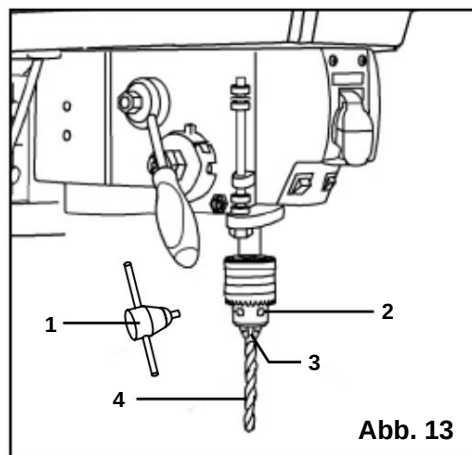

Abb. 13
INSTALLATION EINES BOHRERS (ABB. 13)
1. Stecken Sie den Bohrfutterschlüssel (Abb. 13 - 1) in das seitliche Schlüsselloch des Bohrfutters (Abb. 13 - 2), sodass der Schlüssel in die Zahnräder eingreift.
2. Drehen Sie den Bohrfutterschlüssel gegen den Uhrzeigersinn, um die Bohrfutterbacken zu öffnen (Abb. 13 - 3).
3. Führen Sie einen Bohrer (Abb. 13 - 4) soweit in das Bohrfutter ein, bis die Spannbacken maximalen Halt am Bohrerschaft erreichen.